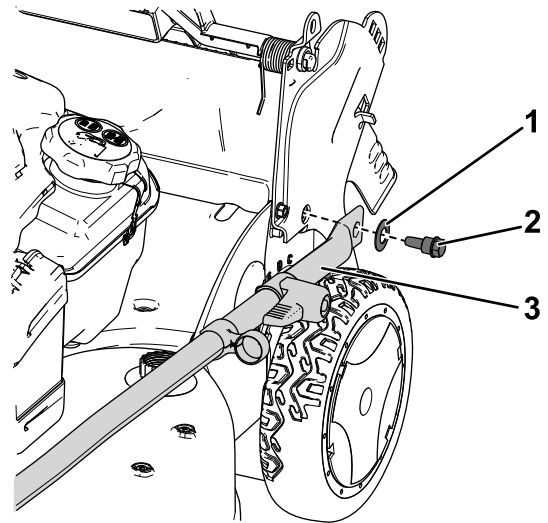

Bild 3
2. Befestigen Sie die Holmenden mit zwei Scheiben und zwei Holmschrauben am Maschinengehäuse (Bild 3), **ziehen Sie die Holmschrauben jedoch nicht fest.**
**Wichtig:** Verlegen Sie die Kabel an der Außenseite des Griffs (Bild 3).